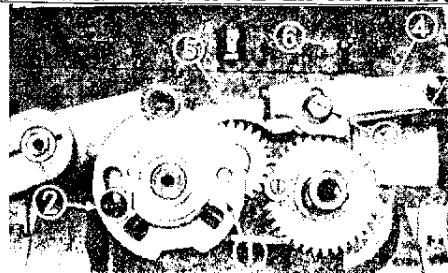

Fig. 18
18. SELECTION DE POINT - FIG. 18